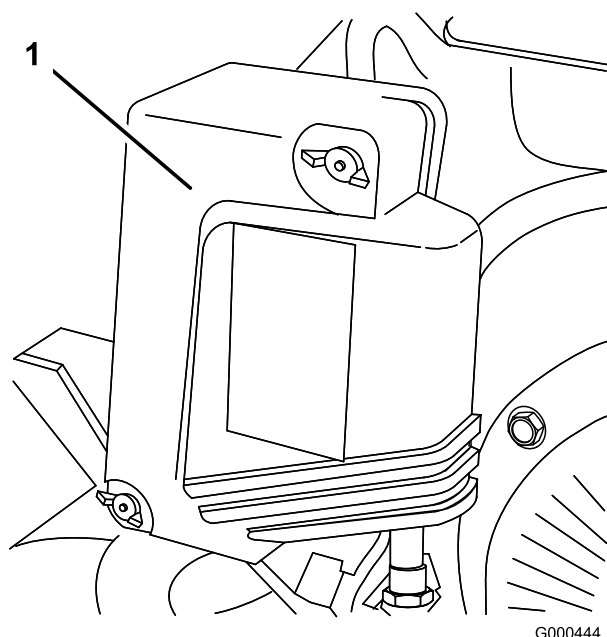

Figura 21
2. Togliete i dadi ad alette che fissano il coperchio del filtro dell'aria al filtro, togliete il coperchio, e pulitelo accuratamente (Figura 21).